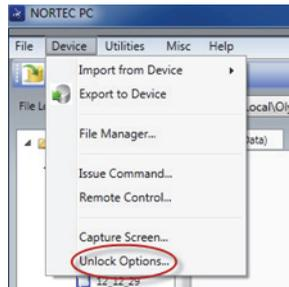

Figura 6-26 Il comando Unlock Options
2. Nel menu **Device** (dispositivo) del software NORTEC PC, selezionare **Unlock Options** (attiva opzioni) [vedere Figura 6-26 a pagina 351].